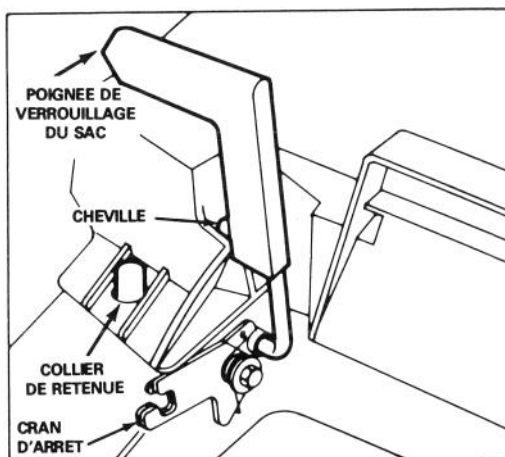

Figure 8
4. Tirez la poignée de la porte d'éjection vers l'avant jusqu'à ce que la cheville se dégage du cran d'arrêt et déplacez la poignée vers l'arrière jusqu'à ce que la cheville soit verrouillée dans l'encoche du sac (Fig. 8). La porte d'éjection du carter de la tondeuse est maintenant ouverte. Il peut s'avérer nécessaire d'appuyer sur la partie supérieure droite de la porte du sac pour dégager la cheville de verrouillage de la poignée du cran d'arrêt.